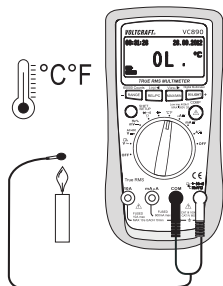

Abb. 9
2. Drücken Sie die SHIFT/SETUP-Taste (3), um die Messfunktion auf eine Anzeige in °F umzuschalten.
3. Stecken Sie den Thermofühler polungsrichtig mit dem Pluspol in die °C/HzVΩ-Messbuchse (7) und mit dem Minuspol in die COM-Messbuchse (8) (Abb. 9).